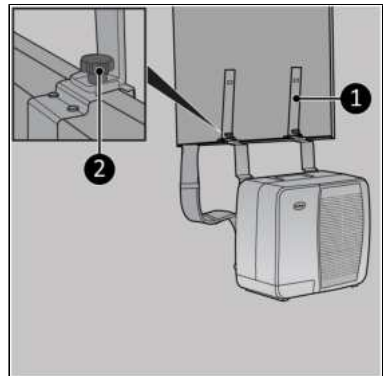

Figura 25.
1. Atașați suporturile superioare ale rulotei (Figura 25, poz. 1) la consolele inferioare ale rulotei prin strângerea capacului cu șurub de pe suport (Figura 25, poz. 2).